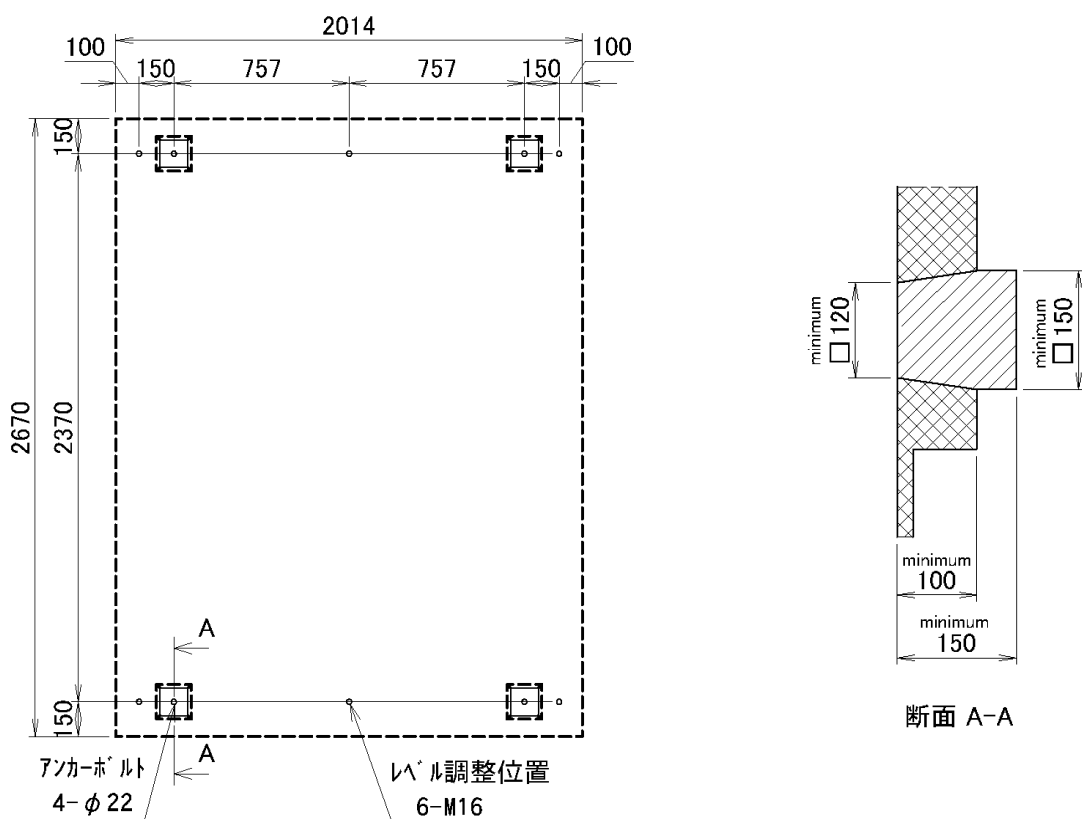

図 4-2
## 4.2 一般的な基礎工事(図 4-2)
- 1) 機械の据付は、床荷重に耐えられるコンクリートの水平かつ凹凸の無い床に、図 4-2 の示す位置に、相対的に段差の無く水平なコンクリート基礎を施工し、4ヶ所にアンカーボルト施工箇所を設けてください。
- 2) コンクリート床自身が十分な強度、完全に平らでかつ水平、十分な厚みがあるならば図 4-2 に示す基礎工事を省くことができます。+